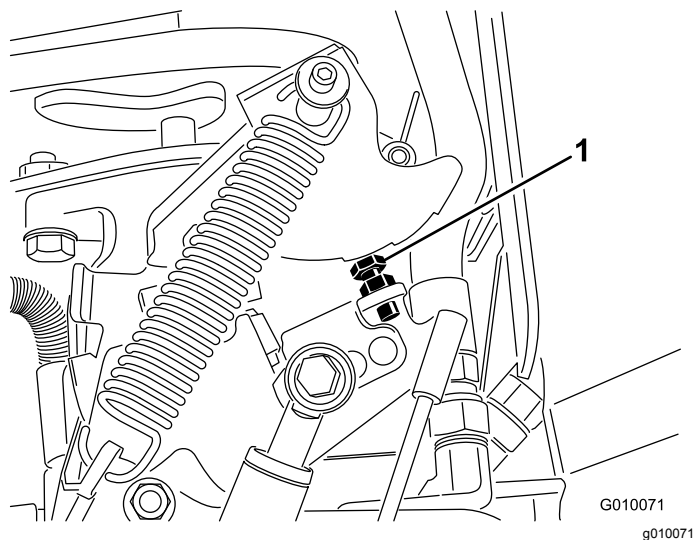

Figura 70
6. Se occorre regolare, girate il bullone di arresto della pompa (Figura 70) più vicino alla piastra di arresto per ridurre la distanza tra i fori, oppure giratelo lontano dalla piastra per aumentare la distanza tra i fori.